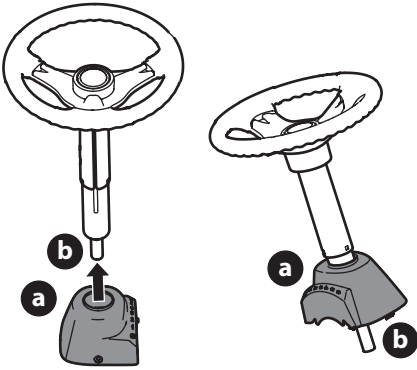

Figure 2
1. Faites glisser le capuchon sur la colonne de direction de façon que, lorsque l'arbre de direction est installé sur la tondeuse à siège, le capuchon se présente comme ci-dessous (Figure 2).